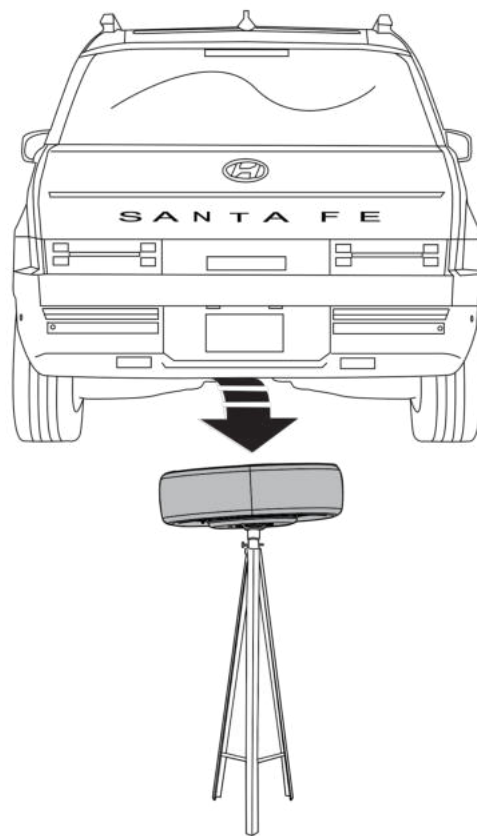

Fig. 1
1. При наличии: демонтируйте указанную деталь. См. рисунок 1.